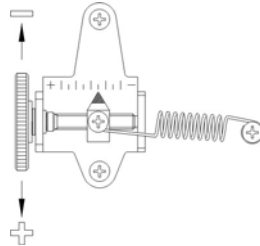

Figure 12
2. Réglez le signal d'entrée à 4 mA ou à 20 mA et tournez la molette dans le sens horaire ou dans le sens antihoraire autour du point de départ de l'entraînement. Lors du réglage du point zéro, on devra tenir compte des spécifications de la vanne et du système. S'il vous plaît, se référer à la figure 12 pour élever ou abaisser le point zéro.
5. Le réglage d'usine du SR 1000 L est fixé à A (automatique). Si l'exploitant a besoin d'ajuster le réglage à "M (manuel)", ce réglage pourra être effectué en tournant le commutateur dans le sens antihoraire. Figure 12